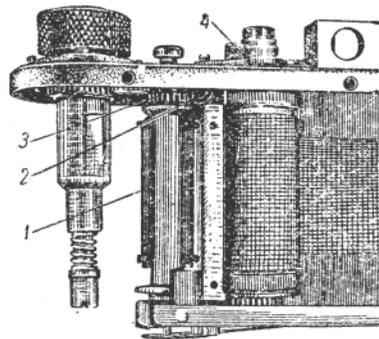
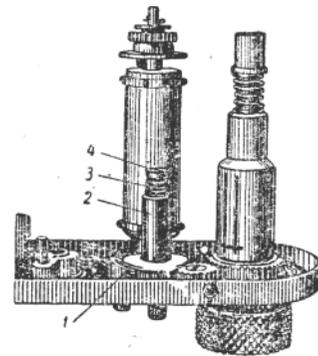
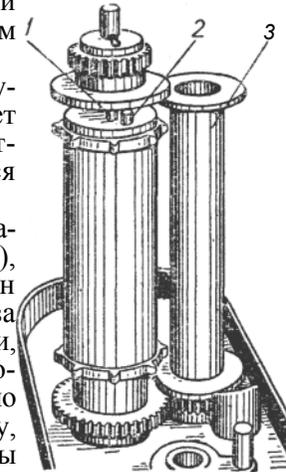
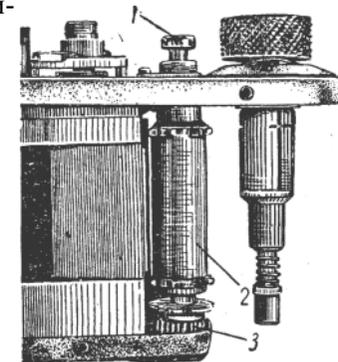

Рис. 121. Детали механизма выключателя.
Рис. 122. Выжимная шестерня.
Рис. 123. Ведущий барабан и гильза выключателя.
Рис. 131. Ведущий барабан*
Выключатель механизма при зарядке и возврате пленки (рис. 121) служит для выключения сцепления ведущего барабана с механизмом затвора.
Нужно помнить, что кулачок-выключатель 1 (рис. 122) выключает ведущий барабан не только из зацепления с механизмом завода затвора, но и из зацепления с механизмом шторок.
Спиральная пружина 5 опускает шестерню 2 и удерживает ее в зацеплении, когда рукоятка 4 (рис. 121) поворачивается в положение «включено».
Ведущий барабан снизу навинчен на шестерню (рис. 123), а сверху на нем установлен палец 2, который цепляет за палец 1 спусковой шестерни, связанной с механизмом шторок. Чтобы барабан свободно вращался в обратную сторону, нужно рассоединить пальцы барабана и шестерни. Спус-
При обратной перематке пленки на кнопку спуска не нажимают. Выжимная шестерня 3 (рис. 121) выключается рукояткой 4. На выжимную шестерню надета длинная трубка с широкой площадкой на торце—гильза выключателя 3 (рис. 123). Когда выжимается шестерня, она при помощи гильзы выключателя выжимает спусковую шестерню, и ведущий барабан освобождается из зацепления с шестернями заводного механизма и механизма шторок.
Неисправности механизма выключателя. 1. Отвинтился винт крепления рукоятки 4 (рис. 121). Рукоятка 4 надевается на квадрат кулачка 2. Иногда винт крепления рукоятки ослабевает и отвинчивается, из-за чего рукоятка выключателя не выполняет своего назначения.
Кулачок с рукояткой должен поворачиваться при небольшом усилии; если кулачок имеет люфт, он может не попасть на буртик шестерни 3 (рис. 121) и не выжать ее.
2. Н е и с п р а в н а я в ы ж и м н а я ш е с т е р н я . Иногда (чаще всего в камере «Зоркий») ослабевает пружина 3 (рис. 122) и шестерня 2 самопроизвольно выжимается во время завода механизма. При этом слышен треск зубьев шестерен, затвор невозможно завести, особенно при заряженном фотоаппарате. Механизм следует вынуть из корпуса и проверить работу шестерни во время завода затвора, придерживая пальцем ведущий барабан для воссоздания нагрузки, которую испытывает механизм при протягивании пленки.
Если шестерня 2 перемещается вверх по оси, а зубья проскакивают, значит ослабла спиральная пружина 3 и ее нужно усилить растягиванием. Для этого полностью разбирают аппарат (см. стр. 160). Отделив корпус вместе со шторным затвором, снимают выжимную гильзу 3 (рис. 123), надетую на втулку 2 (рис. 122). Затем вынимают и усиливают пружину 3, которая крепится винтом 4. Отвинчивать винт нужно осторожно, придерживая рукой, так как он может выскочить. На оси между пружиной и втулкой шестерни расположена шайба, без которой механизм не может работать. Поэтому, снимая пружину, нужно пом-
нить о шайбе. Ось, на которой вращается шестерня 2, завинчена в отверстие основания, а оно припаяно к монтажной крышке. Так как ось изготавливается с левой и правой резьбой (в зависимости от выпуска), то при установке пружины 3 и завинчивании винта 4 она может отвинчиваться. Поэтому нельзя прикладывать большое усилие при завинчивании винта 4. Если же ось отвинтилась, следует выяснить направление нарезки резьбы. При завинчивании оси плоскогубцами нужно под губки подложить кусочек резины или какого-нибудь другого защитного материала, чтобы на оси не осталось заусениц, иначе шестерня 2 будет плохо вращаться и выжиматься. Кроме усиления пружины 3у нужно установить выше гильзу 3 (рис. 123), чтобы ее шляпка находилась под самым диском шестерни. В таком положении диск шестерни препятствует произвольному выжиму втулки 2 (рис. 122) и гильзы 3 (рис. 123). Чтобы установить гильзу 3 выше, на втулку шестерни под основание гильзы надевают две-три шайбы. На -шестерне 2 (рис. 121) есть буртик, в который упирается кулачок /. Иногда буртик отгибается и поэтому нельзя выжать шестерню 2.
3. Н а р у ш е н а у с т а н о в к а в ы ж и м н о й г и л ь з ы (рис. 122). Широкая шляпка выжимной гильзы 3 (рис. 123) находится под ободком спусковой шестерни. При повороте рукоятки 4 (рис. 121) выжимается шестерня 3, которая посредством гильзы 3 (рис. 123) выжимает шестерню 3 (рис. 131) и тем самым размыкает пальцы шестерни и ведущего барабана. Иногда шляпка выжимной гильзы 3 (рис. 123) оказывается не под ободком шестерни 3 (рис. 131), а над ним, поэтому нельзя выключить сцепление механизма и шестерня 2 (рис. 122) не может стать на свое место. Это происходит при неправильной зарядке и извлечении пленки, когда пленка или приемная катушка захватывает гильзу и нарушает ее нормальное положение. При этом заводная головка бесконечно вращается, а механизм не заводится, как при выключенном механизме, несмотря на то, что рукоятка 4 находится в положении «включено».
Необходимо снять нижнюю крышку и осмотреть положение шляпки выжимной гильзы 3 (рис. 123). Устранить неисправность почти всегда удается без разборки — нужно
На гильзе 3 у основания сделаны два разреза, которыми регулируется плотность ее посадки на втулке 2 (рис. 122). Под гильзой установлены шайбы (одна или несколько), чтобы при повороте кулачка / гильза выжималась и рас- соединяла пальцы спусковой шестерни 3 (рис. 131) и ве- дущего барабана 2.
Ограничительная шестерня является промежуточным звеном между спусковой шестерней 3 (рис. 131) и шестерней 6 (рис. 127) шкива шторок.
Когда нажимают на спусковую кнопку / (рис. 131), ось спусковой кнопки выжимает из сцепления спусковую шестерню 3 и дает возможность шторкам возвратиться в исходное положение. Первой возвращается короткая шторка, за ней через некоторое время, регулируемое механизмом выдержек, — длинная шторка. Между шторками образуется щель определенной величины. Максимальная величина щели будет при выдержке $\times/25$ сек примерно 40 мм. Чем меньше выдержка, тем меньше щель между шторками. При V_{500} сек она равна 3 мм.
7. Неисправность спусковой шестерни 3 (рис. 131). Одной из неисправностей спусковой шестерни является выпадение или поломка шплинта 3 (рис. 139). В этом случае механизм невозможно завести до конца, так как в середине или в конце завода затвора шторки срываются и возвращаются в исходное положение.